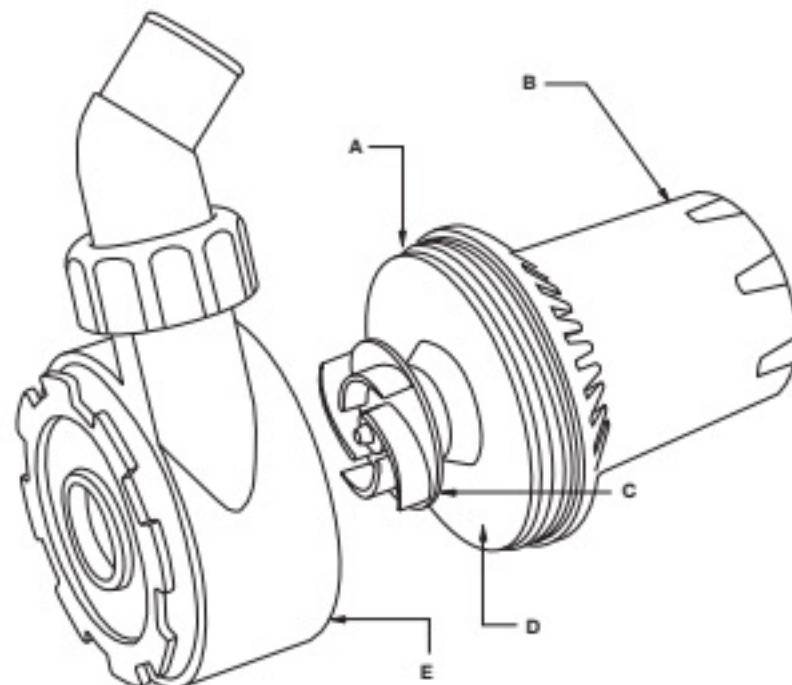

Рис. 6
ОЧИСТКА ПОМПЫ (Рис.6):
4. Если волосы или леска накрутились вокруг крыльчатки, отделите камеру крыльчатки (см. рисунок 6) вращением против часовой стрелки. Убедитесь, что вода не попадает между черной пластиной и белым корпусом двигателя. Срежьте аккуратно намотанный мусор с вала. Установите камеру, затяните по часовой стрелке для обеспечения надлежащего уплотнения.